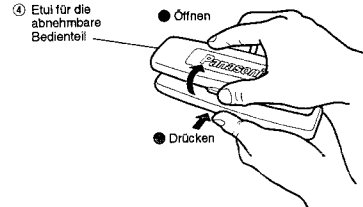

Abb. 3
- ① Das Radio ausschalten.
- ② Die OPEN-Taste drücken, um den Cassettenschachtdeckel zu öffnen.
- ③ Die Frontplatte nach rechts oder links drücken, und nach vorne herausziehen.
- ④ Die untere Seite des Etuis wie in Abb. 3 gezeigt vorsichtig andrücken und dabei den Deckel öffnen. Die abgenommene Frontplatte stets im Etui verwahren. Sie ist dort am besten geschützt.
- d) Das Gerät mit beiden Händen herausziehen. (Abb. 3)